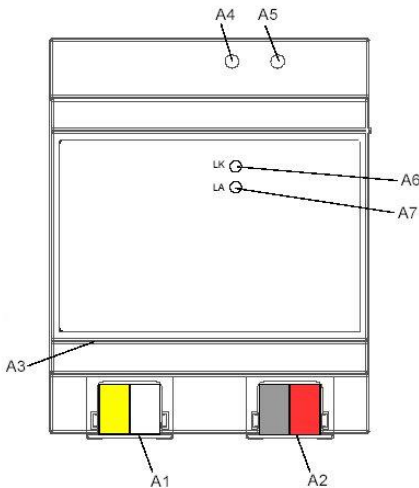

Bild 1: Lage der Anzeige- und Bedienelemente
- Verbinden Sie die Hilfsspannung AC/DC 24V mit der gelb-weißen Busklemme (Bild 1, A1).
- Verbinden Sie die Busleitung mit der schwarz-roten Busklemme (Bild 1, A2).
- Stecken Sie ein Ethernet Patchkabel mit RJ45 Stecker in die RJ45 Buchse (Bild 1, A3), um das Gerät mit dem LAN / Intranet zu verbinden.
Es besteht eine Verbindung zu einem Netzwerk, wenn die gelbe LED mit der Kennzeichnung LK (Bild 1, A6) dauernd leuchtet. Wenn die LED LA (Bild 1, A7) aufleuchtet, werden Daten vom bzw. zum Gerät gesendet.
- Entfernen Sie zuerst das Ethernet Patchkabel aus der RJ45 Buchse (Bild 1, A3).
- Entfernen Sie die gelb-weiße Busklemme (Hilfsspannung) aus der Buchse (Bild 1, A1).
- Entfernen Sie die schwarz-rote Busklemme (Busleitung) aus der Buchse (Bild 1, A2).